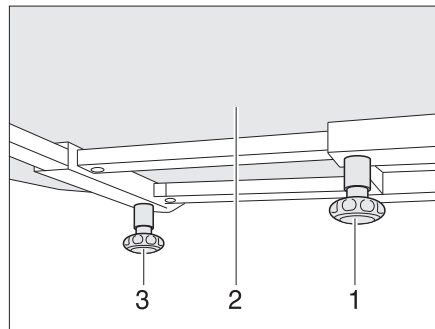

Bild 97 Fast bord
- Lossa den räfflade skruven (Bild 97,1).
- Förskjut bordsskivan (Bild 97,2) till önskad position.
- Lossa den räfflade skruven (Bild 97,3).